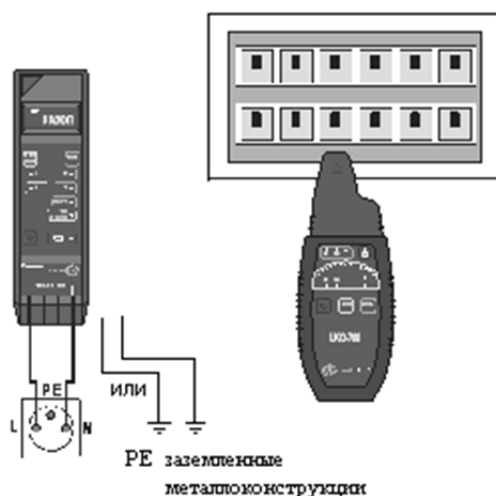

Рис.10 Идентификация предохранителей в щите
- Перемещая антенну приемника от предохранителя к предохранителю и пользуясь клавишей **16**  (пункт 6.1) локализовать нужный предохранитель на основании максимума принимаемого сигнала (Рис.10) .